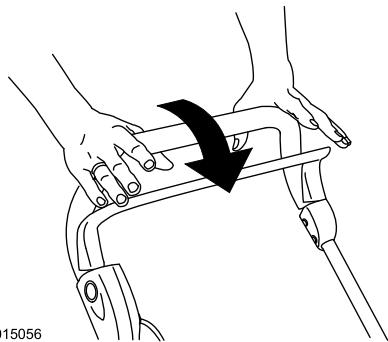

Рисунок 12
- Отпустите рычаг управления (Рисунок 12).